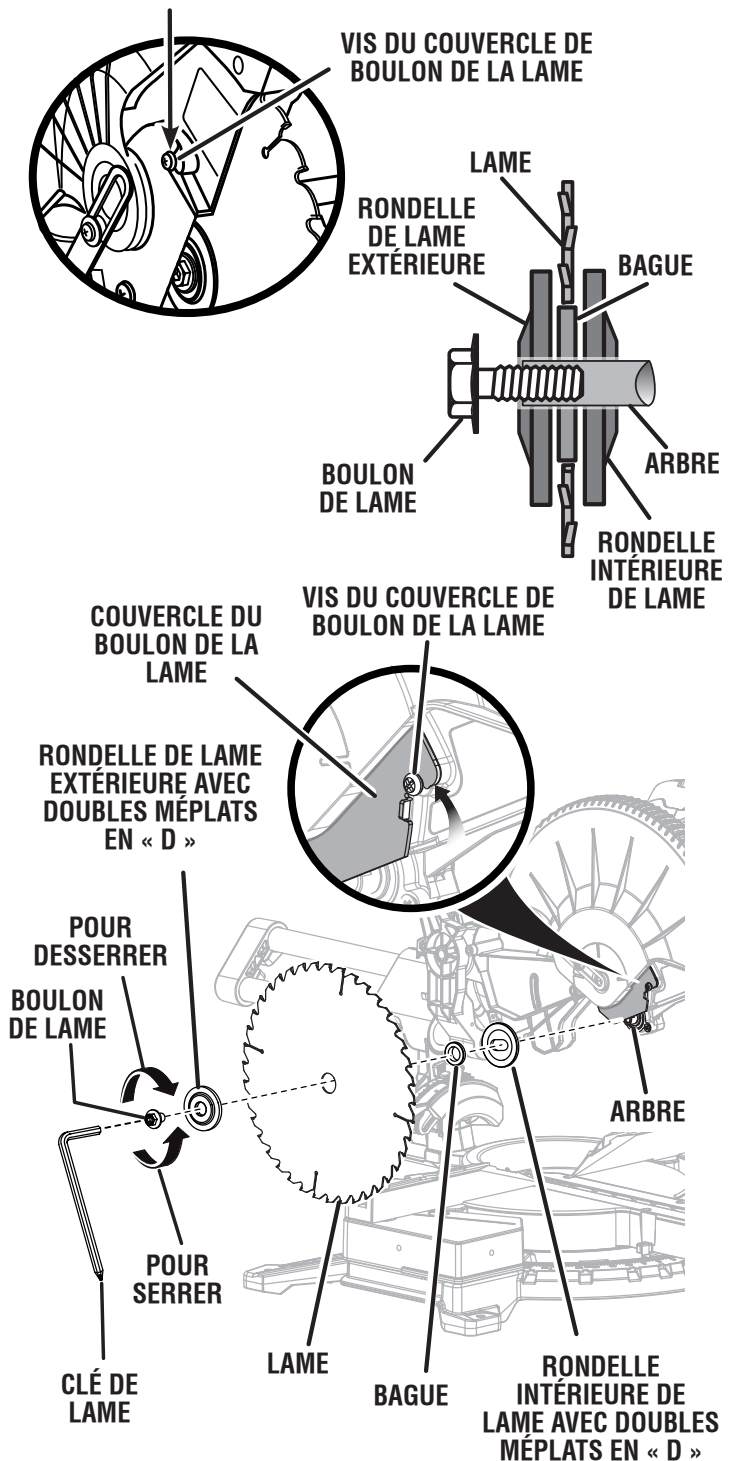

Fig. 14
Voir la figure 14.
- Insérer la lame de la scie à l'intérieur du protège-lame supérieur ainsi que sur le diamètre extérieur de la bague et contre la rondelle de lame intérieure. Les dents doivent être orientées vers le bas à l'avant de la lame, comme le montre la figure 14.